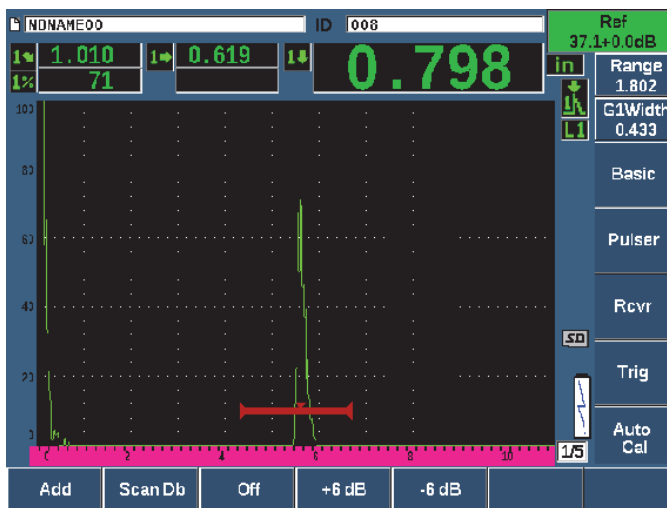

Figure 3-18 Réglage du gain de référence
4. Réglez la sensibilité selon les indications dans « Étalonnage de la sensibilité » à la page 190 (Voir la Figure 3-18 à la page 81).